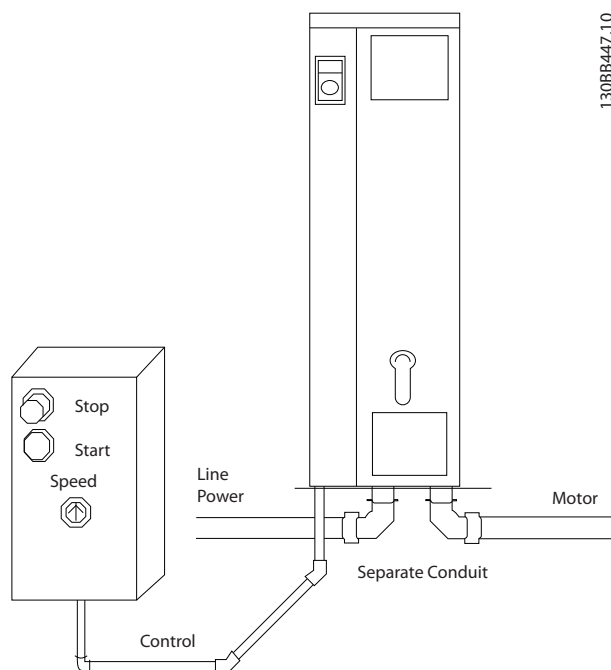

Bild 2.6 Korrekt elinstallation med skyddsror
- Eftersom motorkabeldragningen ger ifrån sig högfrekventa strömmar är det viktigt att ledningar för strömmen, motoreffekten och styrningen dras i separata rör. Använd skyddsror i metall eller separata skärmade kablar. Om ström-, motor- och styrkablar inte isoleras kan resultatet bli sämre utrustningsprestanda. Se Bild 2.6.